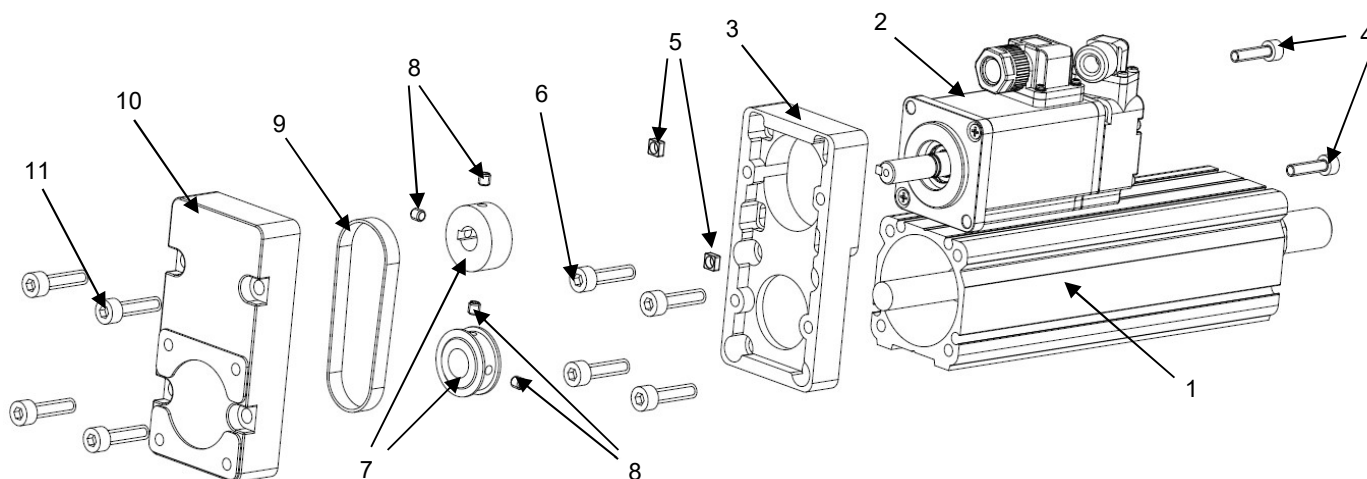

Рисунок 6 – Параллельная установка двигателя
1.4.5.1 Схема для параллельной установки двигателя (см. рисунок 6):